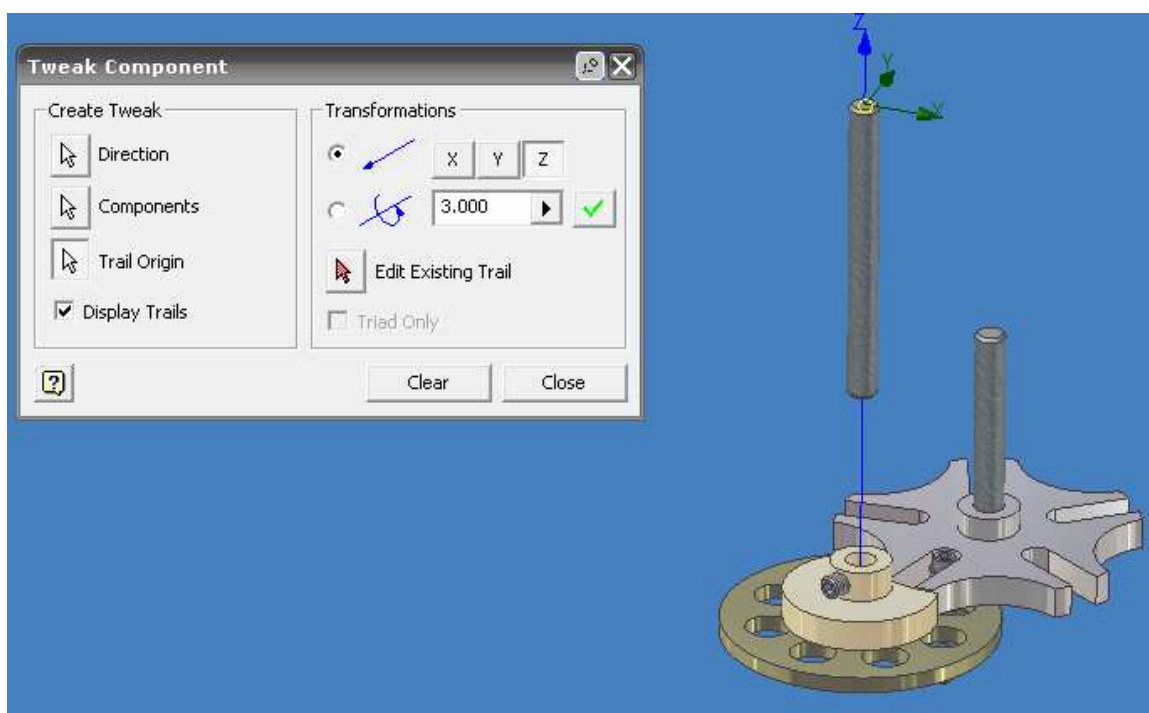

Figura 5.18 *Movimiento lineal por medio de TWEAK COMPONENT.*
5.-Una vez que ah seleccionado TWEAK COMPONENT y el eje, surgirá una ventana grafica la cual le indicara la dirección del movimiento, la distancia ó ángulo de rotación, según sea el caso, el eje de movimiento, los componentes que seguirán esta orden y el punto de origen del movimiento, figura 5.18.